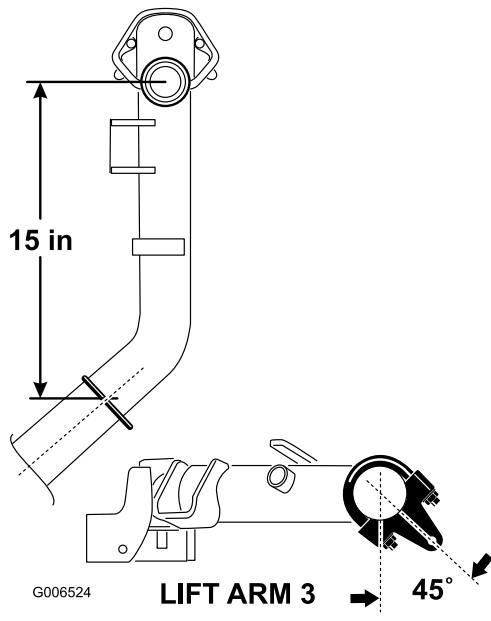

Figure 5
- Sur les bras de relevage N° 2 et 3, positionnez les supports et les étriers filetés à 38 cm derrière l'axe du pivot (Figure 5). Tournez les supports de 45 degrés vers l'extérieur de la machine.